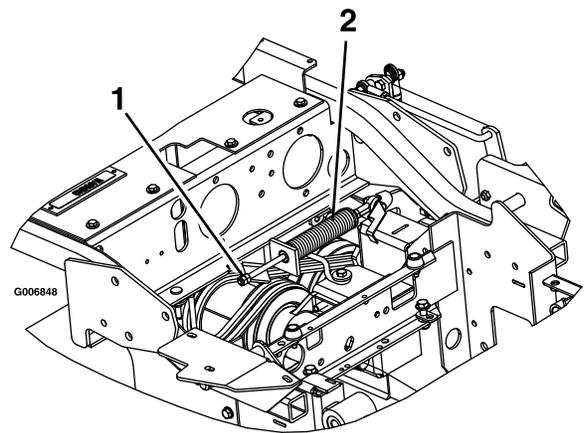

Figura 68
3. Individuate la molla del freno e inserite i 2 controdadi sull'estremità dell'asta della molla del freno (Figura 68).